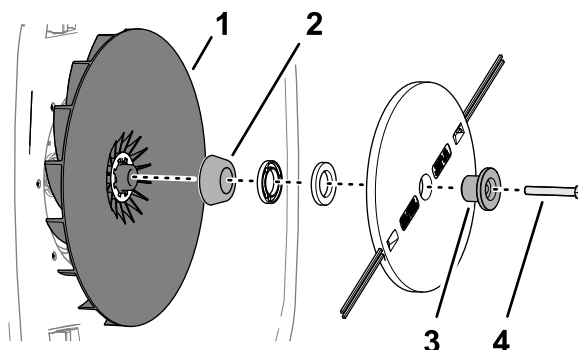

Figure 30
1. Avec le boulon, fixez le dispositif de retenue, le disque de coupe, les entretoises et l'entretoise conique sur la turbine (Figure 30).